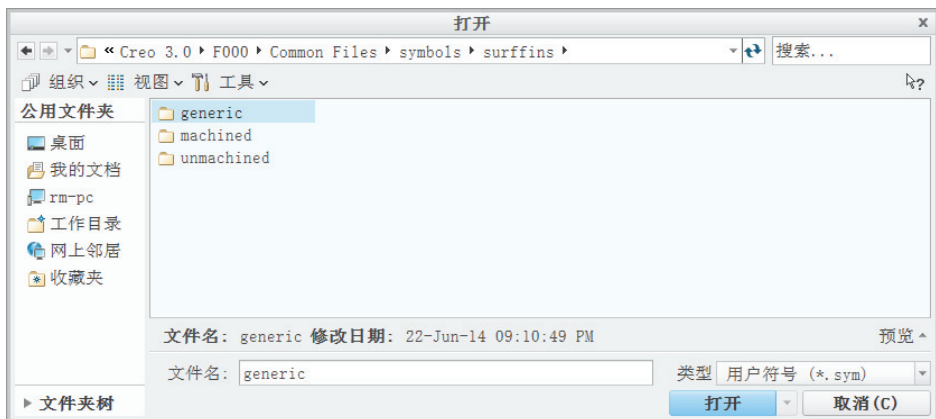

图 11-84 “打开”对话框
1) 在功能区打开“注释”选项卡，单击“注解”组中的 $\sqrt{\text{Ra}}$ （表面光洁度）按钮，弹出“打开”对话框，系统自动指向位于安装目录下的“Creo 3.0\细节版本（如 F000）\Common Files\sybols\surffins”文件夹。在该文件夹内默认提供 3 大类的表面粗糙度符号，即 generic、machined 和 unmachined，如图 11-84 所示。